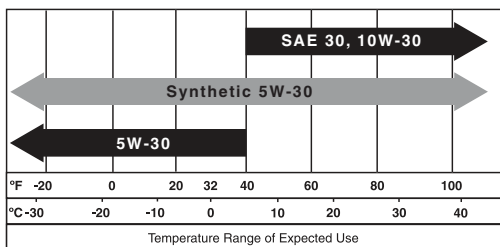

FIGURA 29: Viscosidad de aceite recomendada
Se recomienda aceite SAE 10W-30 para uso a temperatura general. Consulte la Figura 29 para obtener información sobre las viscosidades que se pueden utilizar. Es posible usar otras viscosidades que aparecen en el gráfico si la temperatura media en su área se encuentra dentro del rango indicado.
- ☐ Aceite para motor sin uso (del tipo SAE que se indica en la Figura 29)
12. Usando el embudo, vierta el aceite nuevo (sin uso) en el orificio de llenado de aceite. (Vea en la Figura 29 el tipo de aceite recomendado). No llene en exceso.